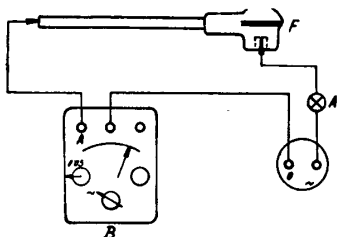
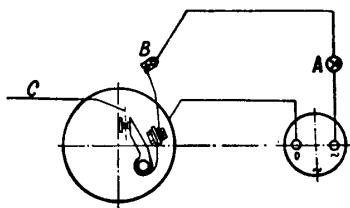

Bild 34-3
Bild 34-4
- c) Störning i kabelsko kontrolleras enligt bild 34-3.
Brytarkontakten provas beträffande kortslutning mot gods enligt bild 34-4. Brända eller skadade brytarkontakter byts ut. Vid montering av ny brytarkontakt skall tillses att kontaktytorna ligger plant mot varandra. Erforderlig justering sker på den fasta kontaktens hållare med specialverktyg för detta ändamål.
5. Kontrollera och rengör brytarkontakterna. Byt eventuellt dessa. Uppstår ingen gnistbildning mellan brytarkontakterna, kan orsaken vara felaktig spole (byts) - kontroll enligt bild 34-4 - eller felaktig kondensator (byts) - kontrollprovning - eller kortslutning i brytareisoleringen - kontrollprovning enligt bild 34-3.